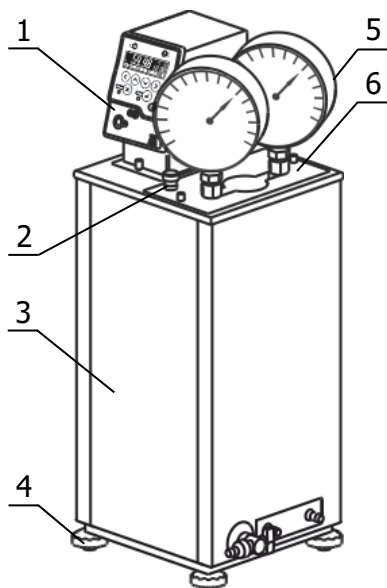

Рисунок 1 — Внешний вид термостата ВТ-Р-01
2.2.2 Установить ванну термостата на горизонтальную поверхность. Добиться горизонтального положения крышки ванны вращением ножек 4 (рисунок 1).